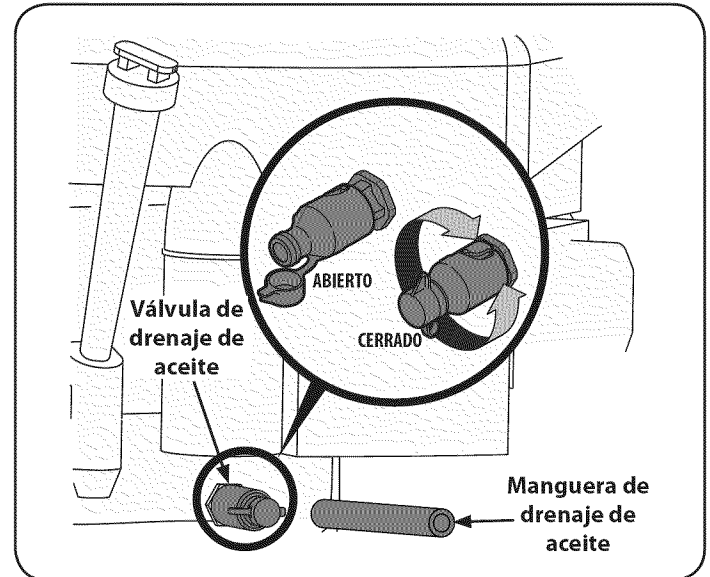

Figura 23
2. Localice la válvula de drenaje en el lado izquierdo del motor. Consulte la Figura 23.
3. Para abrir la tapa protectora en el extremo de la válvula de drenaje de aceite para exponer el orificio de drenaje. Refiérase a la Figura 23. Retire el tapón de llenado / varilla de medición del tubo de llenado de aceite.